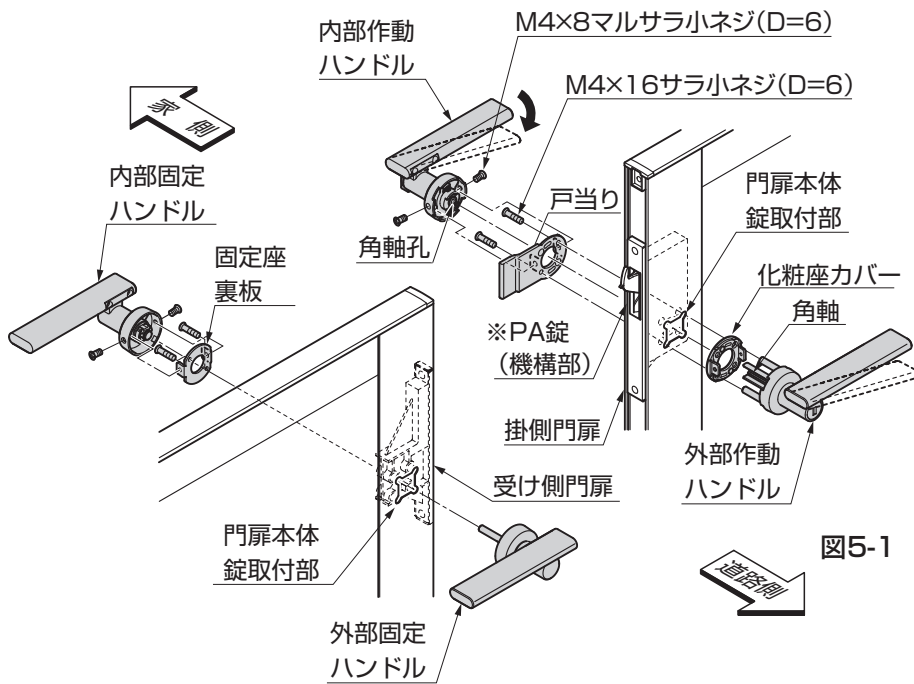

図5-2
- ④図5-2にしたがって、受け側門扉に固定ハンドルを取付けてください。